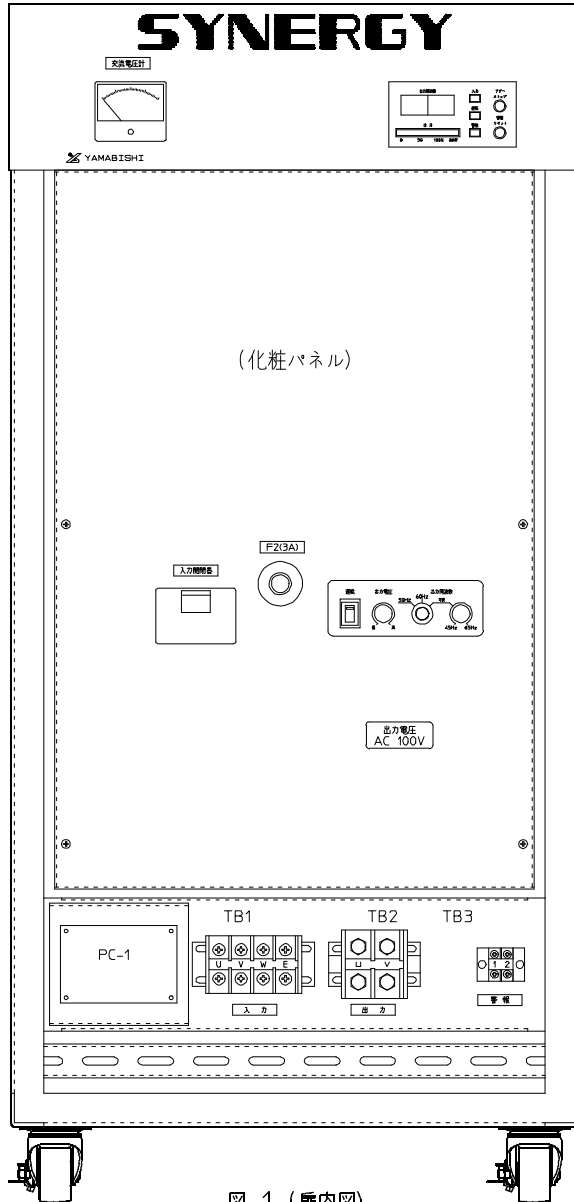
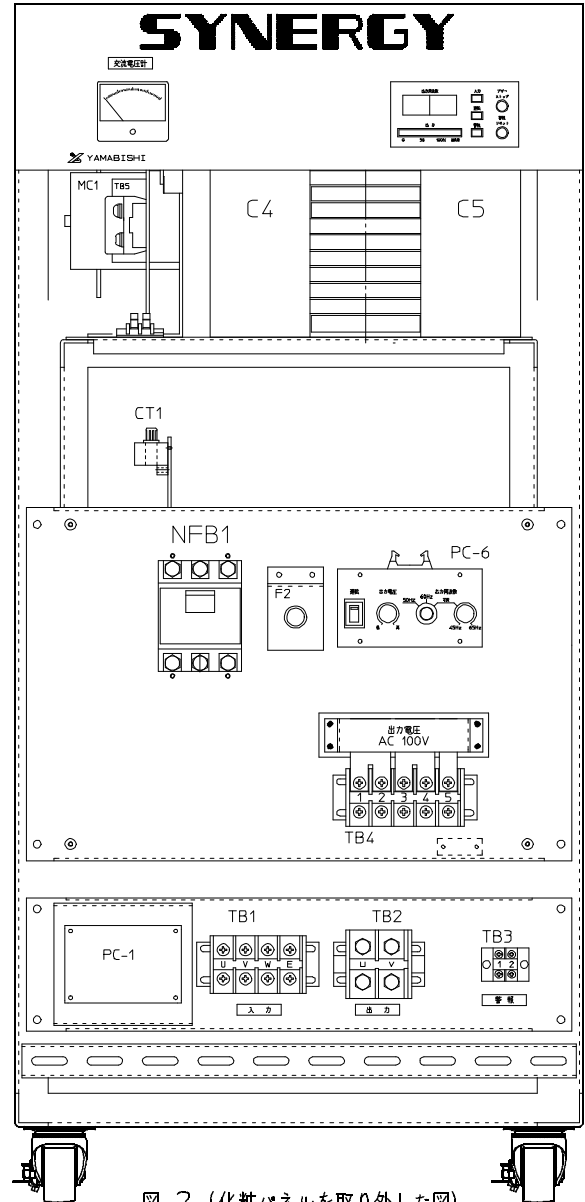
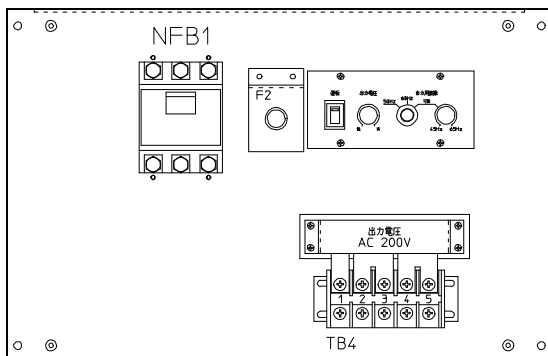

図 1 (扉内図)
図 2 (化粧パネルを取り外した図)
図 3
- 1 図1の化粧パネルを4箇所のM4ビスを取り外すと、図2の様に出力量表示板が現われます。
備考 図2は出力電圧100Vを示し図3は出力電圧200Vを示します。